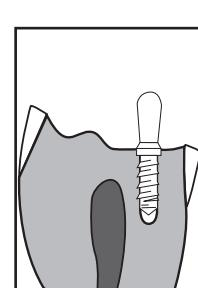

Figure 7
- Imprimir uma velocidade muito baixa à peça de mão e fazer uma pressão ligeira para baixo. O pino MAX irá alinhar e enroscar automaticamente no canal preparado e separa-se quando assente no rebordo de apoio (Fig. 7).